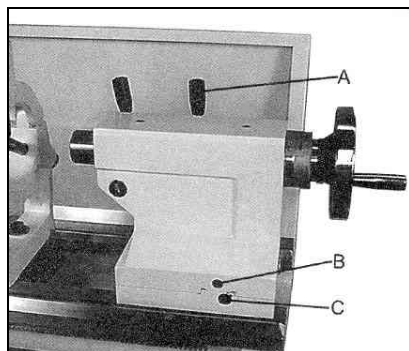

Fig 19
Pour déplacer la contre-pointe, desserrer la vis de blocage (A, Fig 19) Dévisser la vis de réglage située à l'avant (B) et régler avec la vis située à l'arrière.